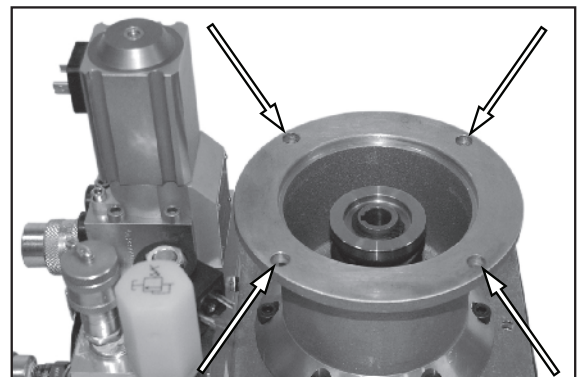

Figura 32.
3. Consulte la Figura 32. Es muy importante la orientación de los orificios de montaje del motor. Ubique el montaje de manera que los orificios queden situados según se ilustra. Para instalar, invierta el procedimiento de remoción. Apriete los pernos de montaje del motor en una forma de estrella y de torque a 6.8 Nm.